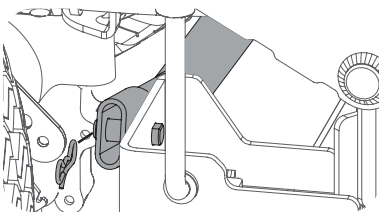

Figure 49
- Retirez la goupille fendue sur le côté droit de la barre qui la retient au support du châssis. Voir Figure 49.